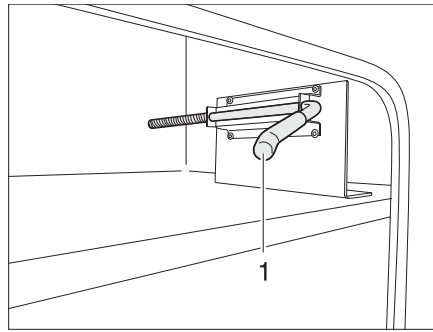

Fig. 54 Crochet de sécurité du portillon extérieur, position de départ
- Sortir le crochet de sécurité (Fig. 54,1) avec l'autre main.
- Repousser prudemment le crochet de sécurité dans la position de départ (Fig. 54,1).